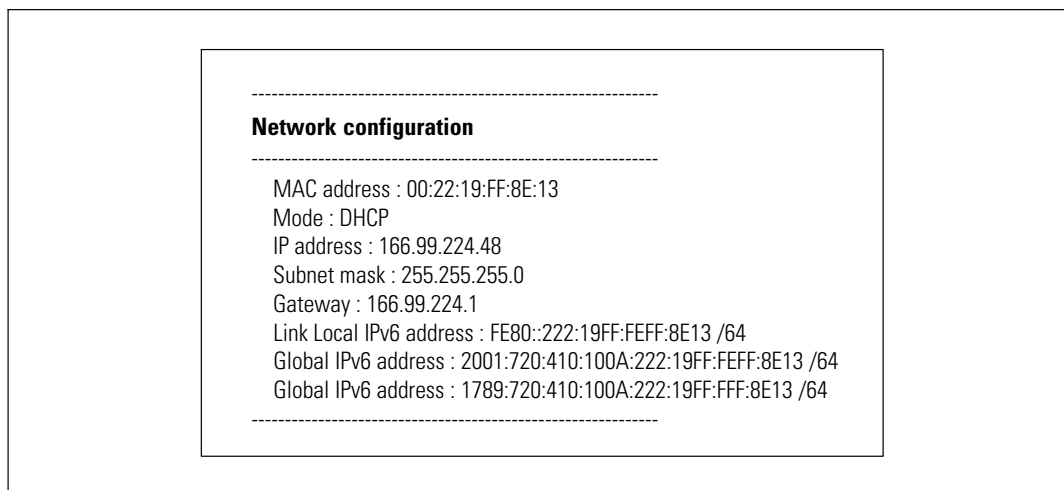

Figure 10. Menu Configuration du réseau
- 2 Tapez 1 et appuyez sur **Entrée**. La carte affiche les paramètres fournis par le serveur (voir la Figure 10).